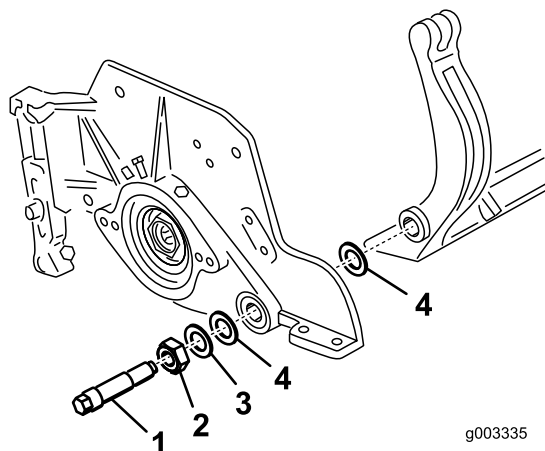
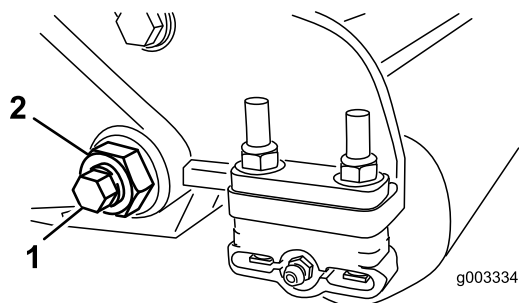

図 36
図 35
3. ベッドバーボルト図 35を固定しているロックナット機体両側をゆるめる。
4. 各ベッドバーボルトを抜いて、ベッドバーを下に引き抜いて外す図 35。ベッドバーの両端にナイロンワッシャとスチールワッシャが枚ずつあるので注意する図 36。
**注** ナイロンワッシャはサイドプレートの両側のボスに嵌め込む。その外側からスチール製ワッシャを取り付ける図 36。